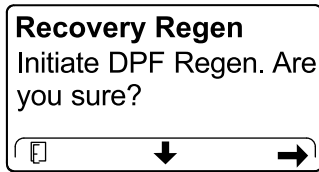

Figura 63
4. No ecrã INICIAR REGENERAÇÃO DO DPF, prima o botão direito para continuar (Figura 63).